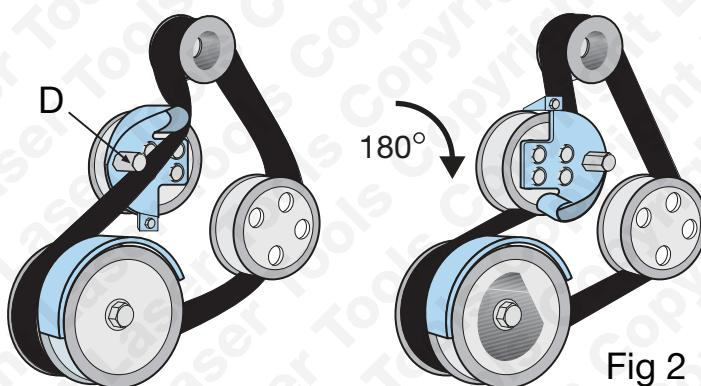
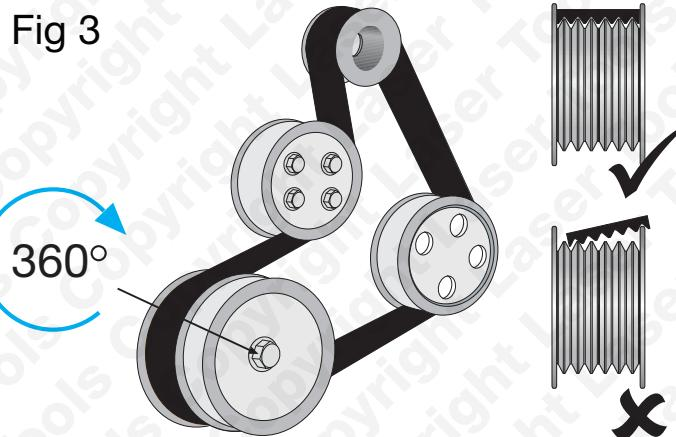

Fig 2
Fig 3
5. Se reporter à la fig. 2 : monter la courroie de transmission auxiliaire neuve sur l'outil d'installation (A) et les poulies restantes.
6. A l'aide d'une clé de 17 mm ou d'une visseuse, actionner le goujon hexagonal d'entraînement (D) pour faire tourner l'outil d'installation (A) en sens horaire de 180° environ, jusqu'à ce que la courroie soit correctement en place sur toutes les poulies. (Se reporter à la fig. 2.)
7. Desserrer le support de fixation (C) et retirer l'outil d'installation (A). Retirer l'outil de guidage de la courroie de transmission (B). Il peut être nécessaire de tourner le vilebrequin pour dégager l'outil de guidage de la courroie de transmission.
8. Se reporter à la fig. 3 : faire tourner le moteur de 360° au moins, et vérifier visuellement que la nouvelle courroie auxiliaire est correctement en place sur toutes les poulies.